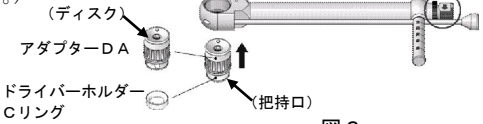

図 2
- ① ハンドルの矢印を正転方向（図 2）に合わせる。（矢印と反対向きでは空回りする。）